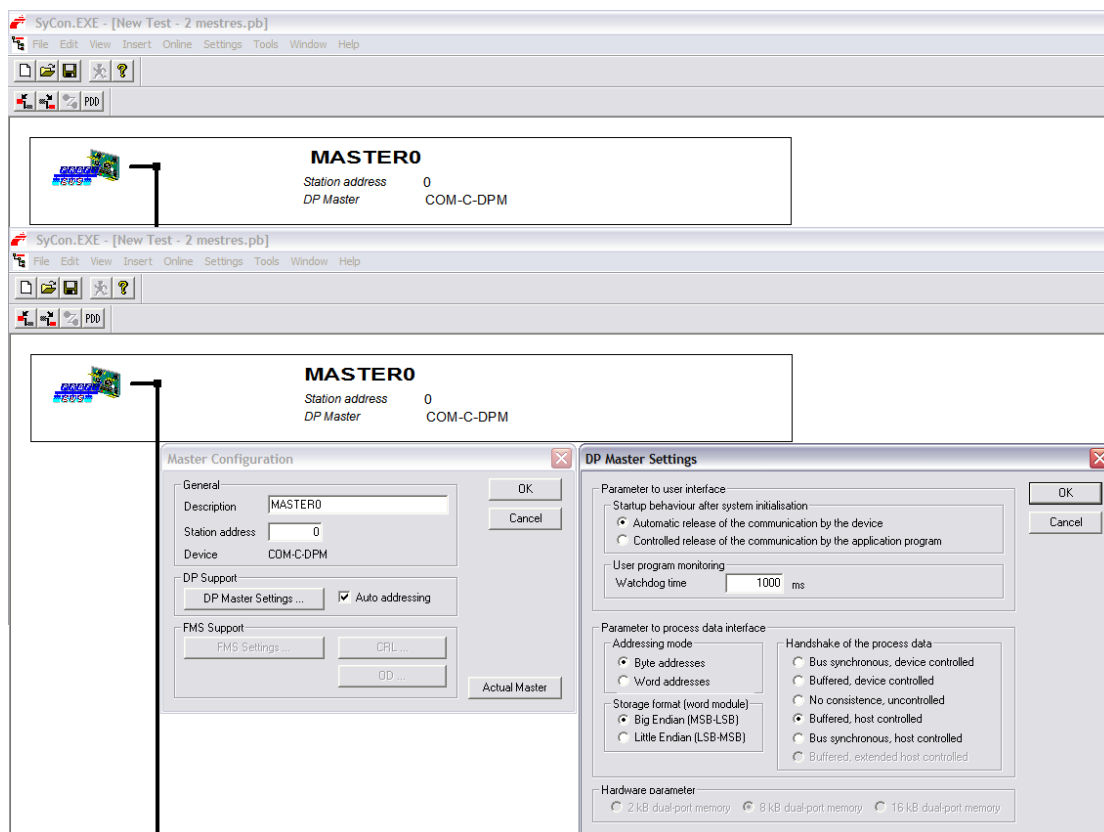

Figura 3.2.1 – Exemplo de parametrização do mestre MFI-PBM
- 1) Com o mestre já definido no passo anterior, dê um duplo clique no ícone do mestre (observe a Figura 3.2.1);